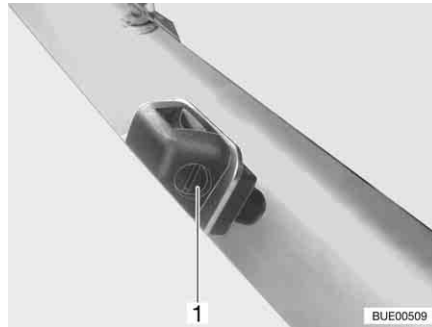

Fig. 42 Gicleur lave-glace
*Régler :* ■ Avec un tournevis adéquat, tourner la vis de réglage (Fig. 42,1), jusqu'à obtenir la position souhaitée.